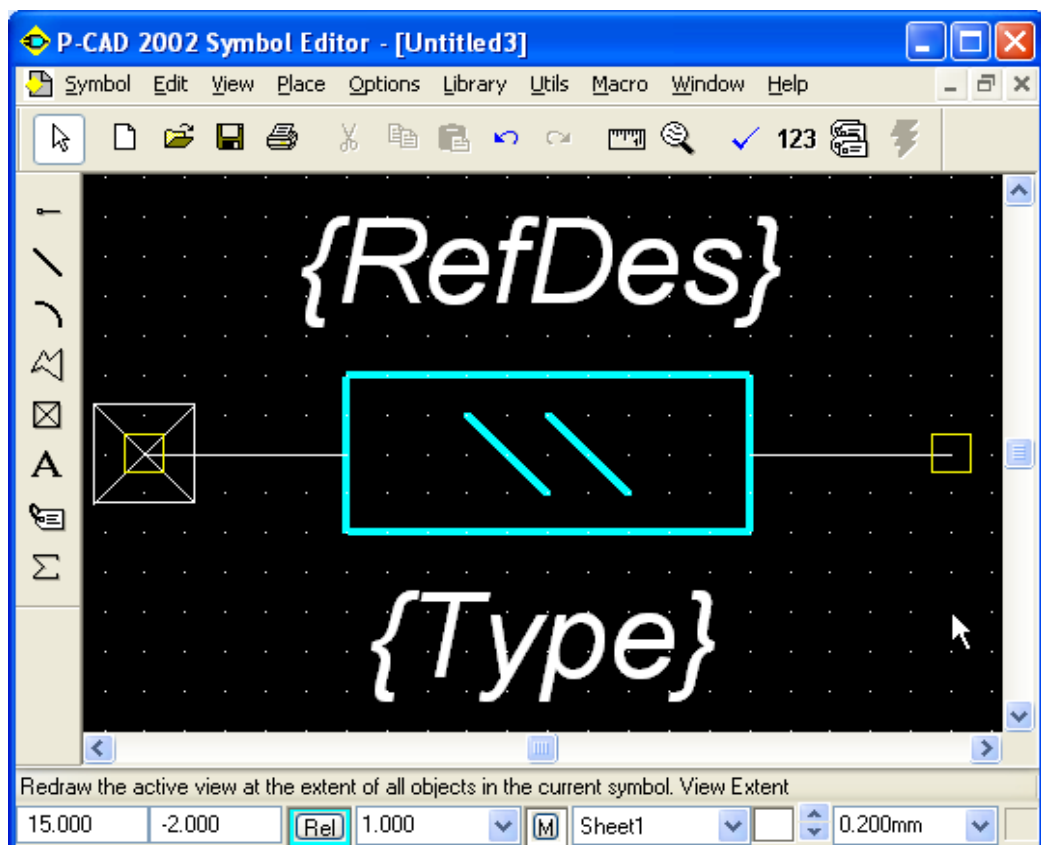

Рис. 4.46 - Окончательный вид УГО резистора
- Окончательный вид УГО резистора приведен на *рис. 4.46*.